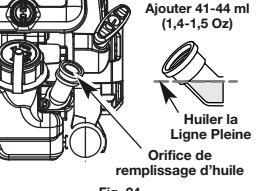

Fig. 23
**REMARQUE:** Assurez-vous que le joint torique est mis sur le bouchon de remplissage d'huile au moment de la vérification et du changement d'huile (Fig. 23).